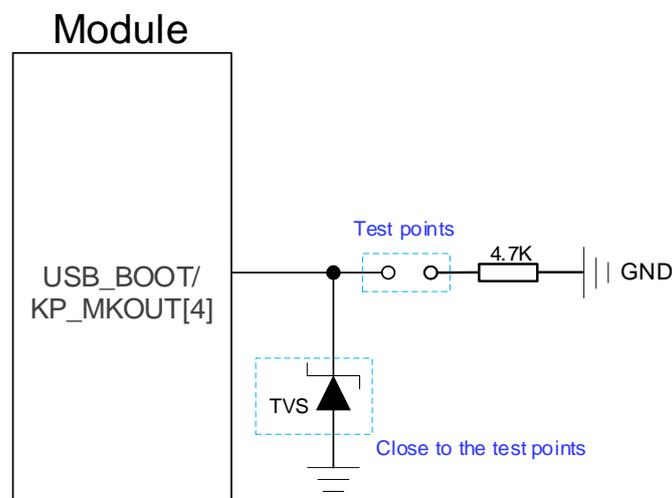

图 15: USB\_BOOT 参考设计电路图
2. 使用 MCU 控制模块进入强制下载模式时需按照如上时序图进行控制, 手动强制下载方式按照图 15 所示短接测试点即可。